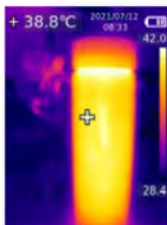

Fig. 3
3. Appuyez sur le bouton **SET** pour sélectionner la palette de couleurs désirée entre fer (Fig. 3), arc-en-ciel (Fig. 4), blanc chaud (Fig. 5), rouge chaud (Fig. 6), noir chaud (Fig. 7), lave (Fig. 8), arc-en-ciel HC (Fig. 9).